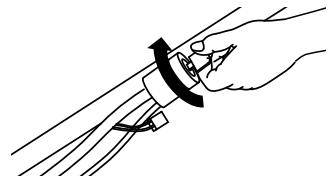

Bild 15
2. Drehen Sie den Zündschlüssel (nur Modelle mit Elektrostart, siehe Bild 15) oder ziehen Sie am Rücklaufstartergriff (Bild 16).